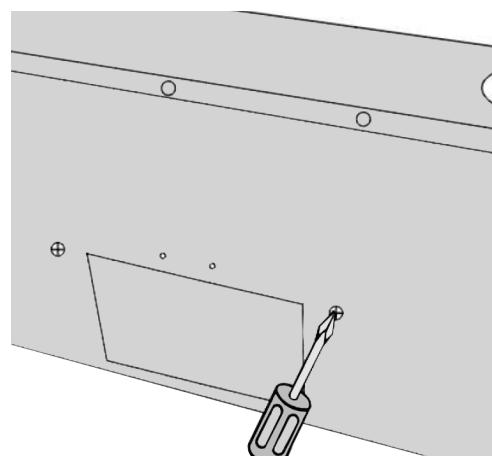

Figure 9
- Installez les 4 vis pour tenir le moteur – utilisez un tournevis pour effectuer cette opération – PAS UNE PERÇEUSE, puisque cela pourrait effilocher les filages du caisson du moteur (Voir figure 9).